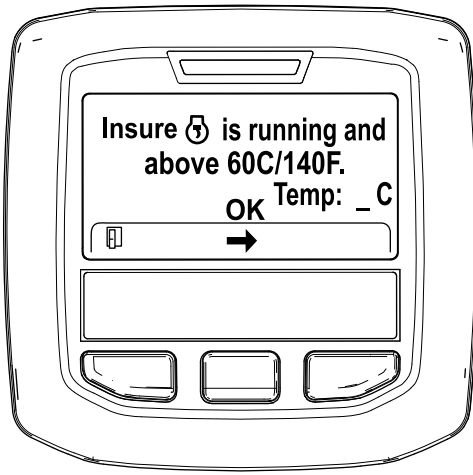

Figura 32
5. Se a temperatura do líquido de refrigeração for inferior a 60 °C, surge a mensagem "Insure is running and above 60C/140F" (Confirme que está a trabalhar e acima de 60C/140F) (Figura 32).